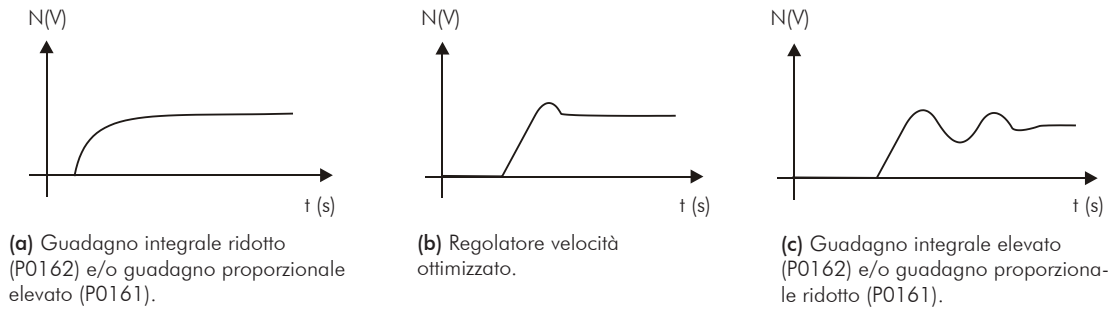

Figura 11.4 - Tipi di risposta dei regolatori di velocità
6. Verificare tra le opzioni della Figura 11.4 quale onda rappresenta meglio il segnale osservato.
7. Impostare P0161 e P0162 in base al tipo di risposta illustrato nella Figura 11.4.